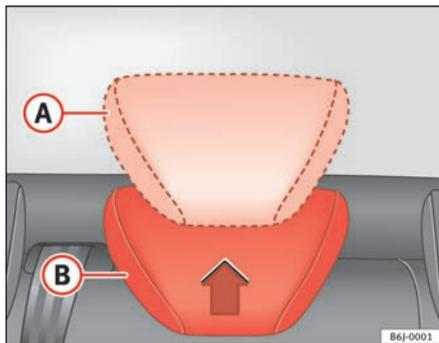

Fig. 5 Regulação dos encostos de cabeça traseiros
- Posição elevada ou de utilização (A) ⇒ fig. 5. Nesta posição, o encosto de cabeça funciona como um encosto de cabeça convencional, protegendo juntamente com o cinto de segurança os passageiros dos lugares traseiros.
- Posição de repouso (B) ⇒ fig. 5. Esta posição facilita a visibilidade traseira por parte do condutor.